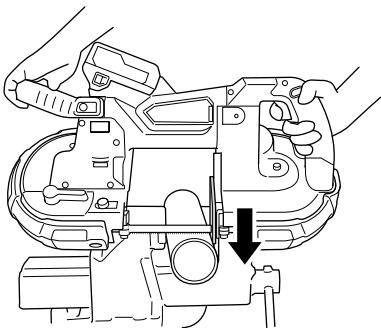

Fig. 21
## (5) Oprima el interruptor y corte (Fig. 21)